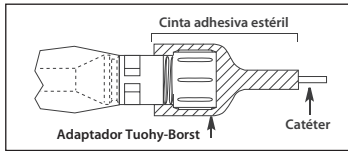

Figura 5
- El extremo del adaptador Tuohy-Borst del protector contra contaminación del catéter debe fijarse con cinta adhesiva estéril para evitar que el catéter se mueva (consulte la figura 5).